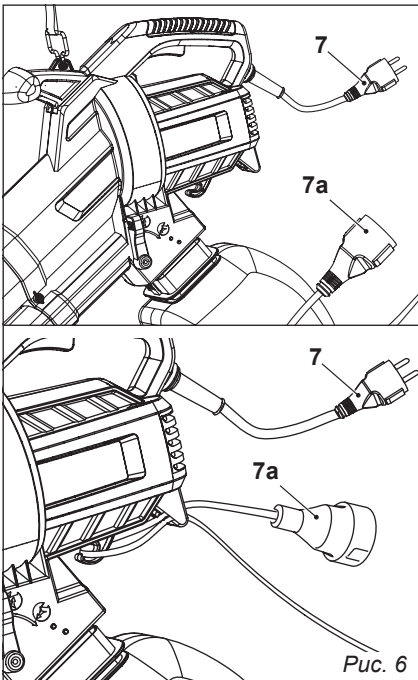

Рис. 6
Для предотвращения случайного отсоединения силовой вилки сетевого кабеля (7) от разъема удлинителя — зафиксируйте силовой кабель удлинителя (7a), на корпусе двигателя при помощи крючка фиксации сетевого кабеля удлинителя (рис. 6).